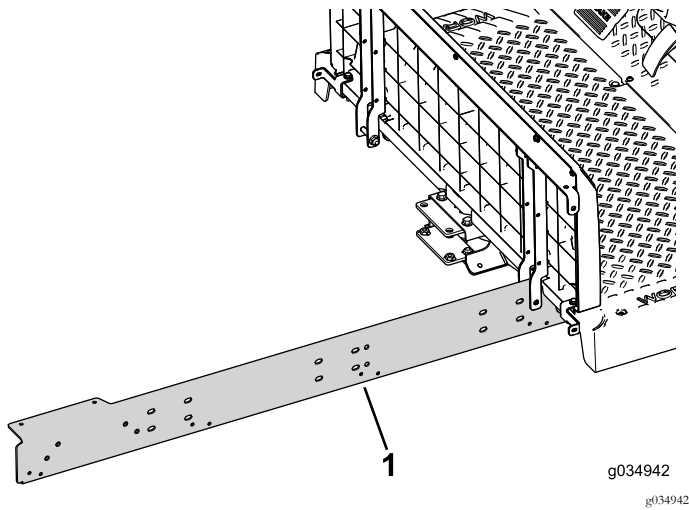

Bild 71
2. Befestigen Sie die Verlängerungsschiene lose an der rechten Seite der Maschine (Bild 71).